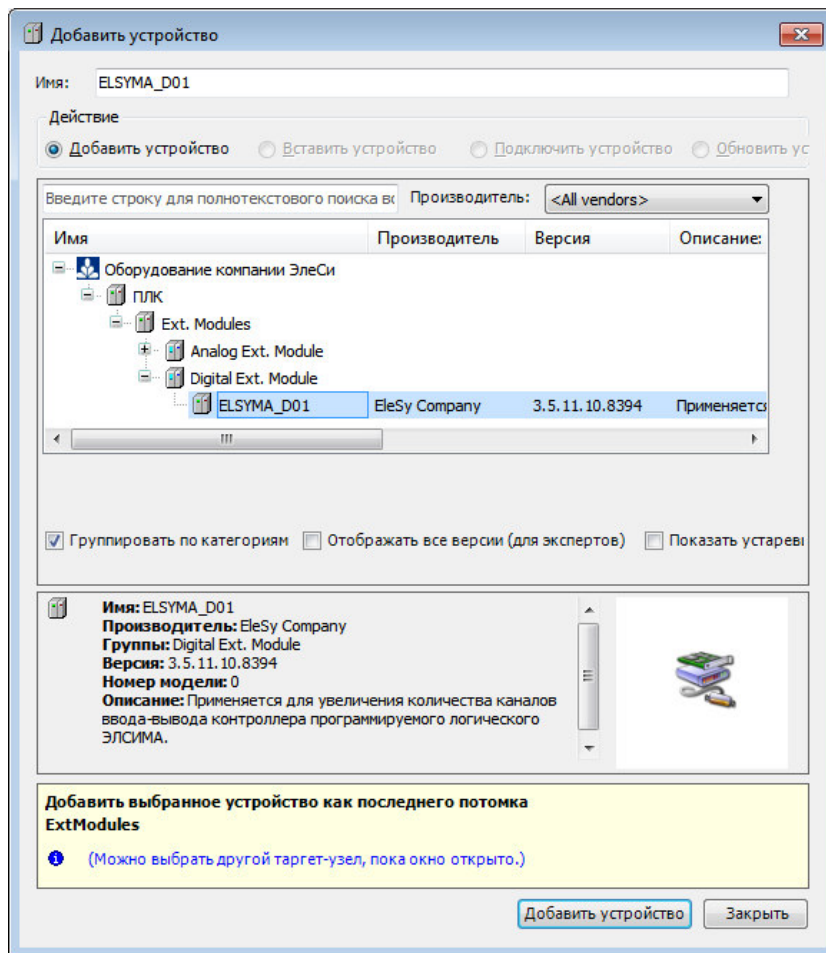

Рисунок 3.7 – Окно добавления устройств. Добавление цифрового модуля
4. Кликнуть правой кнопкой мыши по узлу *ExtModules* (находится в *ELSYMA_M01*) и выбрать команду «Добавить устройство...» (рисунок 3.7). В поле **Производитель:** следует выбрать *EleSy Company*, выбрать устройство *ELSYMA_D01* и нажать кнопку «Добавить устройство...».